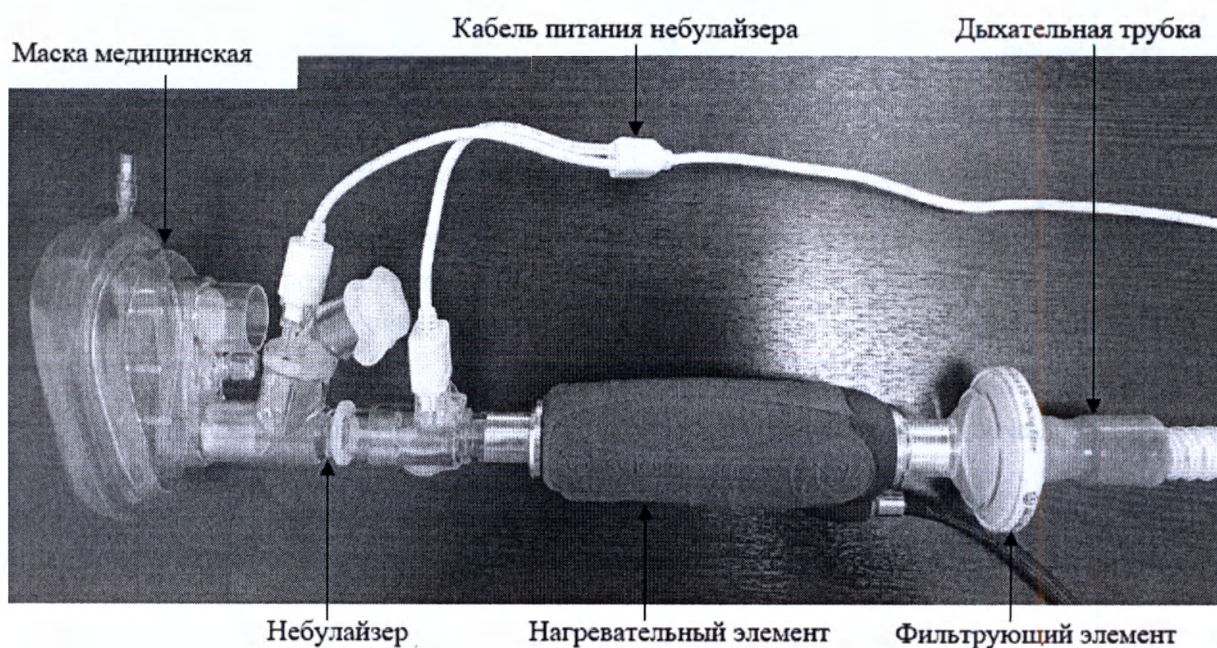

Рисунок 11 – Сборка изделия для работы в режиме «Небулайзер»
2) в случае использования маски для вентиляции лёгких, имеющей два коннектора, к небулайзеру напрямую подсоединяют маску медицинскую для вентиляции лёгких, входящую в комплект поставки (рисунок 11).